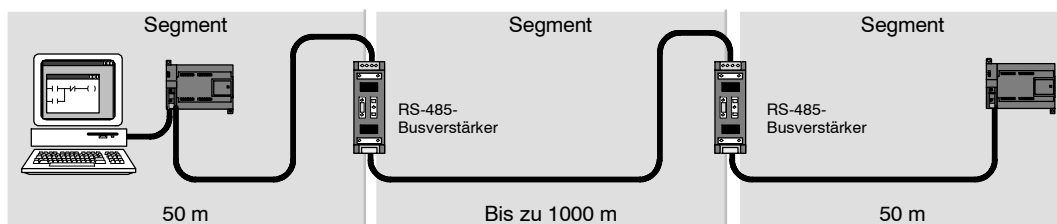

Bild B-2 Beispiel für ein Netz mit Busverstärkern
- So erhöhen Sie die Ausdehnung eines Netzes:* Wenn Sie einen Busverstärker in Ihr Netz aufnehmen, können Sie das Netz um 50 m erweitern. Wenn Sie zwei Busverstärker anschließen, ohne dass sich andere Teilnehmer zwischen den Busverstärkern befinden (wie in Bild B-2), können Sie das Netz auf die maximale Kabellänge für die Baudrate erweitern. Sie können maximal 9 Busverstärker in Reihe in einem Netz einsetzen, doch die Gesamtlänge des Netzes darf 9600 m nicht überschreiten.